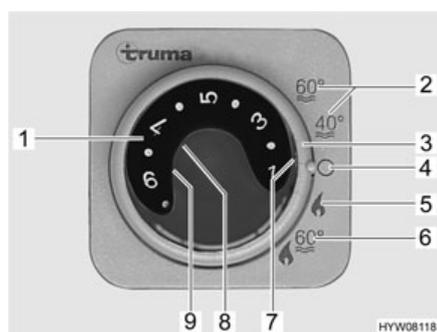

Fig. 180 Unidad de mando para la calefacción/caldera
- Ajustar el modo de funcionamiento con el interruptor giratorio (Fig. 180,3).
Según la temperatura ambiente deseada, la calefacción selecciona automáticamente la potencia de quemador necesaria. Cuando se alcanza la temperatura ambiente deseada se desconecta el quemador. El sensor de temperatura situado junto al panel mide la temperatura del ambiente. En el modo de funcionamiento "calefacción y caldera" (Fig. 180,6), se calienta también el agua de la caldera. En el modo "calefacción sin caldera" (Fig. 180,5), la calefacción puede funcionar con la caldera vacía.
- Girar el botón giratorio de temperatura (Fig. 180,1) de la unidad de mando al nivel deseado.
- Situar el interruptor giratorio (Fig. 180,3) en el modo invierno "calefacción sin caldera" (Fig. 180,5) o en modo invierno "calefacción y caldera" (Fig. 180,6).
La luz de control verde (Fig. 180,7) se enciende.
- Ajustar el interruptor giratorio (Fig. 180,3) en "O" (Fig. 180,4).
La combinación de los funcionamientos a gas y con electricidad a 230 V acorta el tiempo de calentamiento (esto solo es posible si en la unidad de mando (Fig. 180) la calefacción se encuentra ajustada en modo de invierno).